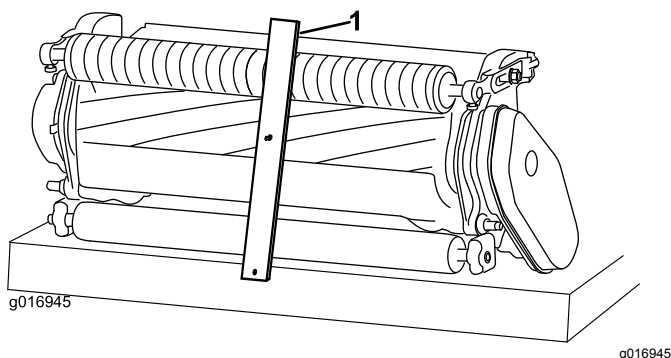

Figura 11
- Prenda a cabeça do parafuso à extremidade cortante da lâmina de corte e apoie a extremidade traseira da barra na traseira do rolo (Figura 11).